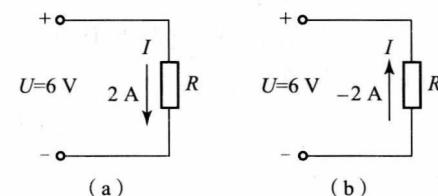

图 1-1-9 例 1-1-2 的图
**【例 1-1-2】** 电路如图 1-1-9 所示, 电阻  $R$  的电压、电流的大小及参考方向均已标在图中, 求电阻  $R$ 。
(1) 对图 1-1-9 (a) 有  $U = IR$ , 所以:
(2) 对图 1-1-9 (b) 有  $U = -IR$ , 所以